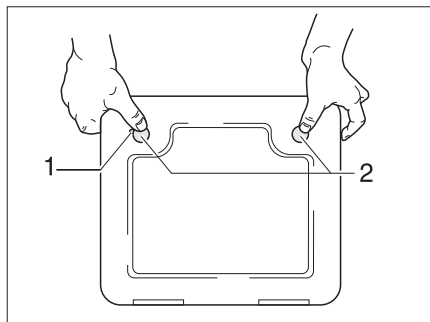

Bild 383 Lucka för toalett-kassetten
- Öppna luckan till kassetten på fordonets utsida. Stick för detta in nyckeln i låscylindern i trycklåset (Bild 383,1) och vrid den ett kvarts varv.
- Tryck samtidigt in de två trycklåsen (Bild 383,2) med tummarna och öppna luckan för kassetten.